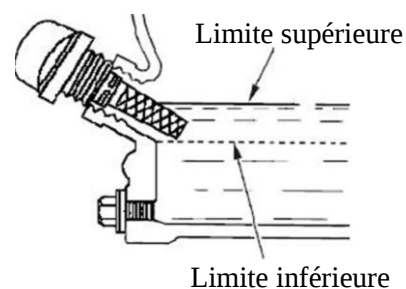

Fig. 9
- Nettoyez la zone autour du goulot de remplissage d'huile et retirez le bouchon de remplissage d'huile/jauge (8).
- Retirez la jauge et vérifiez que le niveau d'huile se situe entre les limites supérieure et inférieure. Voir la Fig. 9 pour l'illustration.